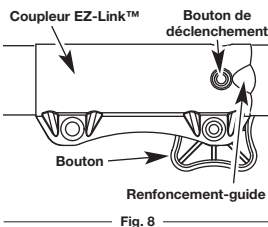

Fig. 8
- Dévissez le bouton vers la gauche (Fig. 8).
- Appuyez sur le bouton de déclenchement et maintenez-le enfoncé (Fig. 8).
REMARQUE : aligner le bouton de déclenchement avec le renforcement-guide facilitera l'installation (Fig. 8).